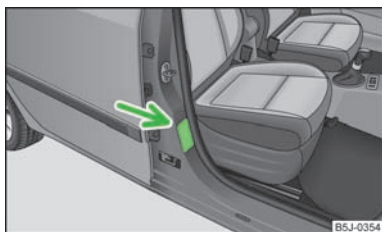

Fig. 107
- L'autocollant qui se trouve sur le montant B côté passager avant attire votre attention à ce sujet » fig. 107. L'autocollant est visible dès que la portière du passager avant est ouverte. L'autocollant est aussi placé sur le pare-soleil du passager avant dans certains pays.